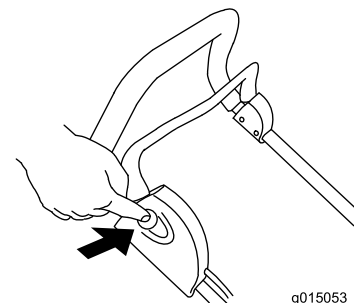

Figura 9
3. Presione y mantenga presionado el botón situado en el lado derecho del manillar (Figura 9).